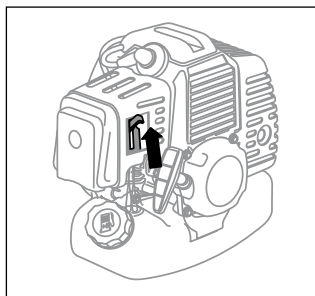

Рис. 12
4. Переведите рычаг воздушной заслонки в верхнее положение –  $\uparrow$  «Закрыто» (рис. 12).
7. Переведите рычаг воздушной заслонки (рис. 12) в нижнее положение ||| «Открыто».
1. Переведите рычаг воздушной заслонки в нижнее положение – ||| «Открыто» (рис. 12).